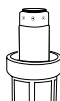

Figura 8
10. Coloque el filtro en la carcasa (ver Figura 8). Alinee la carcasa con la cabeza del filtro y enrósquela en la cabeza del filtro. Apriete con la llave de ajuste para sellar.